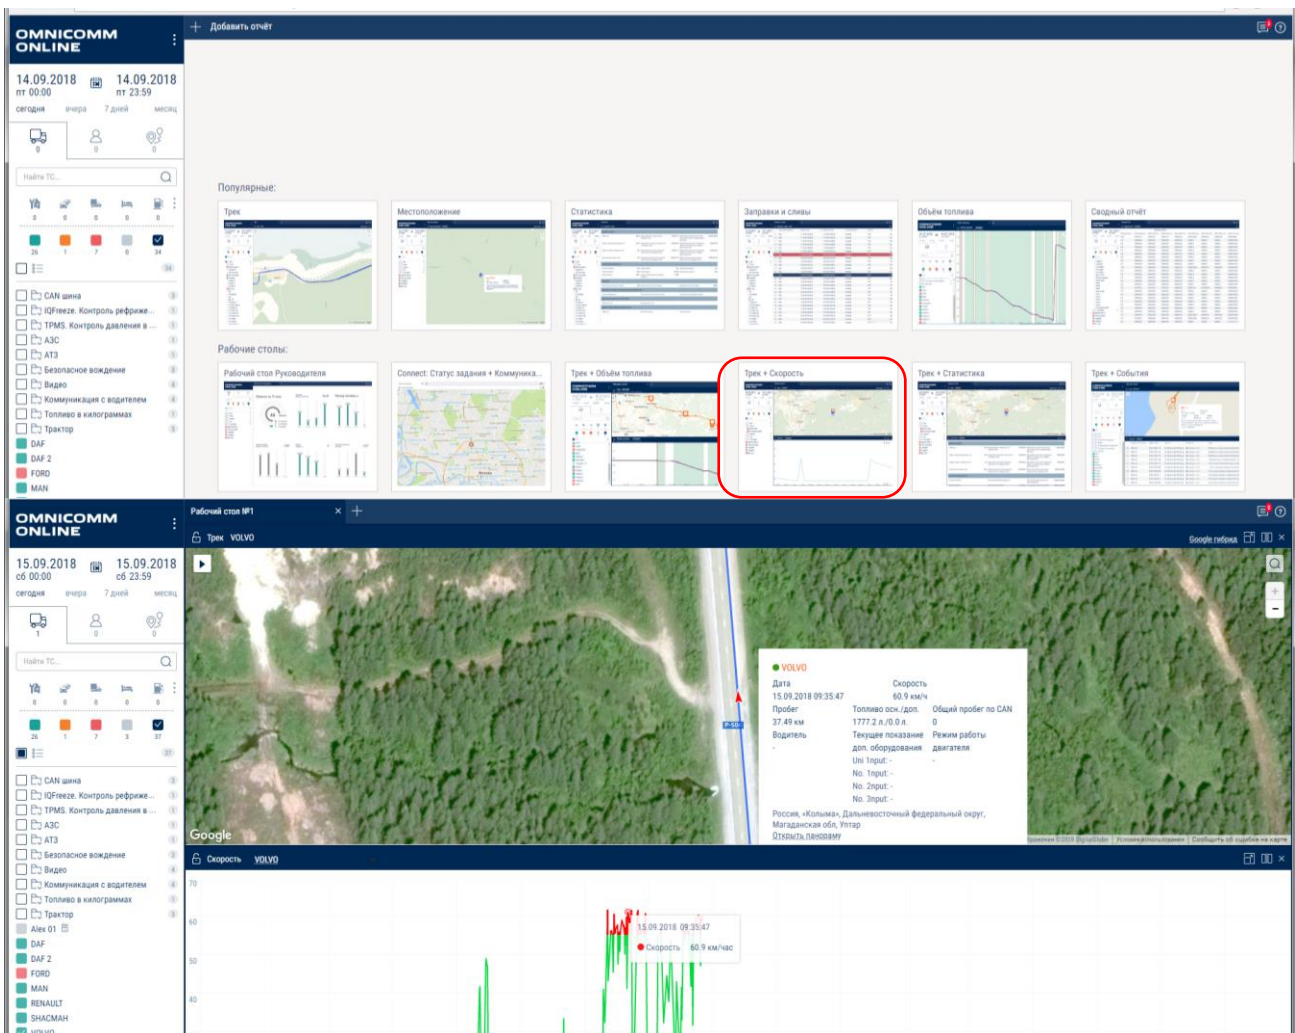

Рисунок 1.27 – Выбор вкладки **Трек + Скорость** и выбор точки на графике
21. Перейдите во вкладку **Трек + Скорость**, выберите точку на графике и просмотрите информацию (рисунок 1.27).